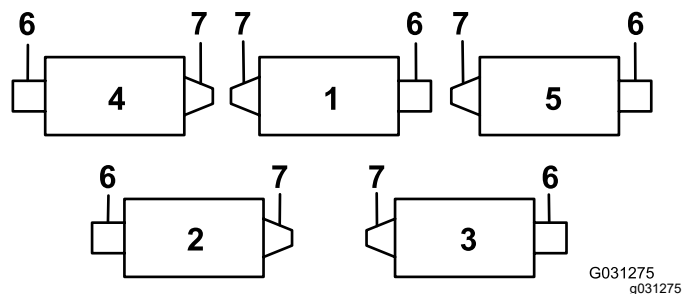
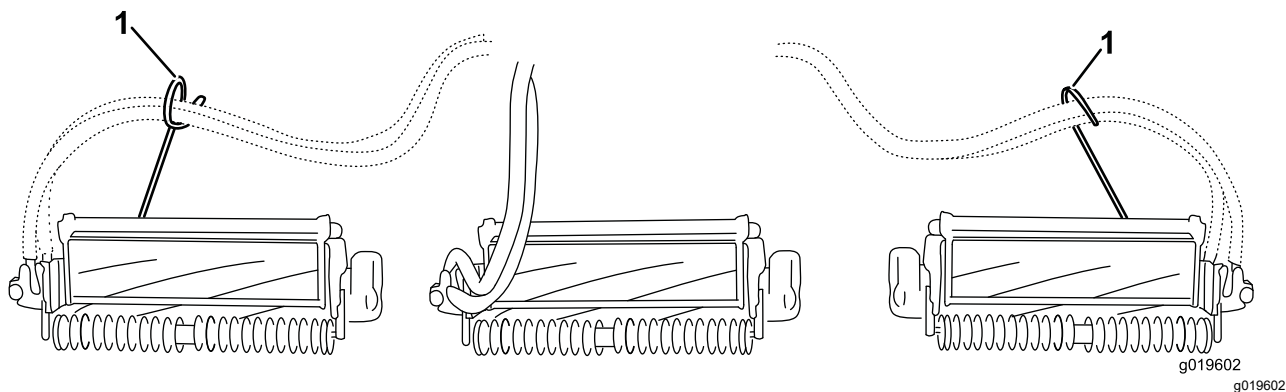
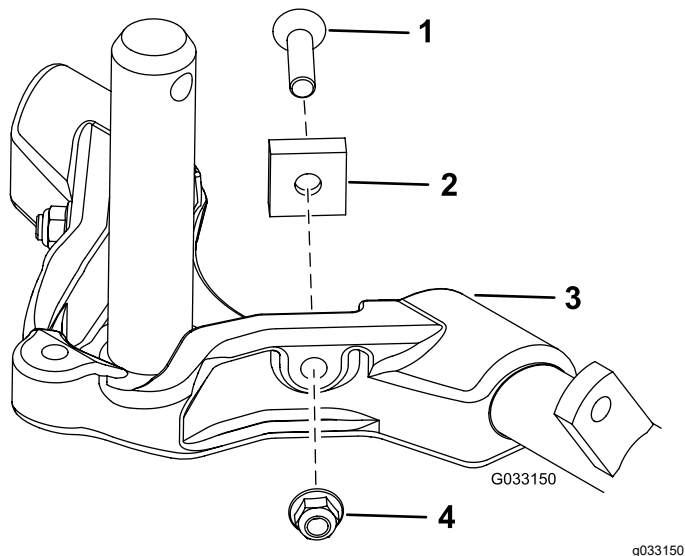

Figure 12
Figure 14
Figure 15
Important: Sur les unités de coupe n° 4 (avant gauche) et n° 5 (avant droit), utilisez les écrous de fixation du support de tige pour monter les guides de flexible devant les pattes de l'unité de coupe. Les guides de flexible doivent être inclinés vers l'unité de coupe centrale (Figure 12 à Figure 14).
7. Augmentez la direction des unités de coupe arrière en retirant les 2 entretoises de pivot, les vis à tête creuse et les contre-écrous à embase (Figure 15) des bâtis porteur des unités de coupe arrière (n° 2 et n° 3) ; voir Figure 12.